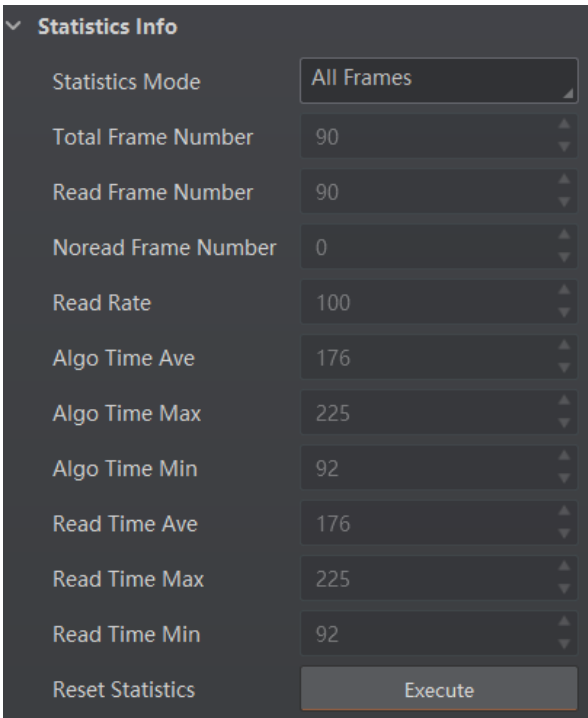

图3-93 数据统计
3. 查看相关数据，如图 3-93 所示，具体参数含义如下：